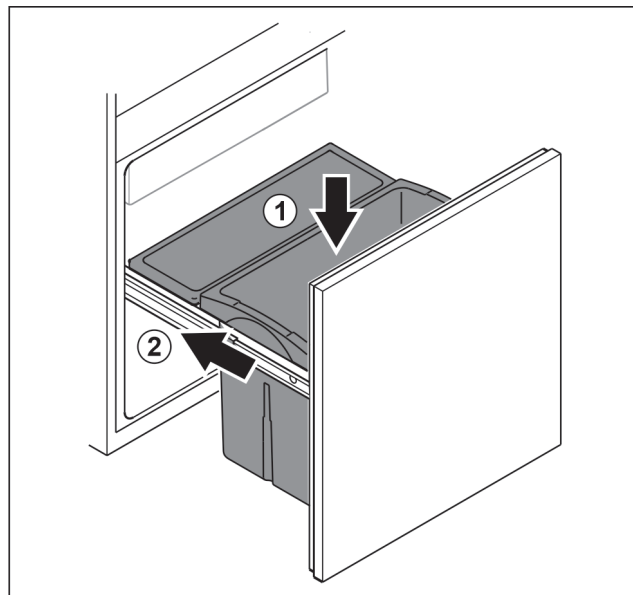

Fig. 106
- Schubfach von oben einsetzen. Fig. 106 (1)
- Auszugswagen einschieben. Fig. 106 (2)